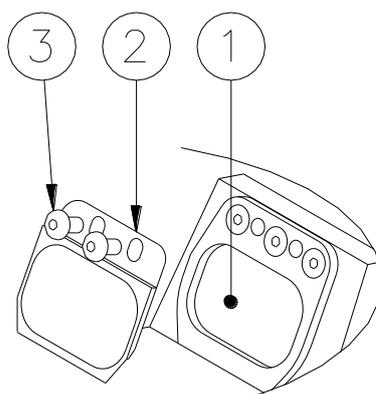

Figura 22 – Pulizia del prisma
- Rimuovere il telaio portafiltro (Figura 22 - n°2) svitando le relative viti TCEI M5x10 (Figura 22 - n°3)
- Pulire la superficie del prisma (Figura 22 - n°1) con prodotto non abrasivo